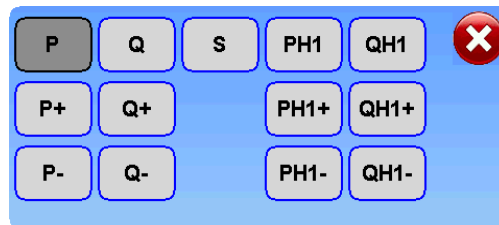

Abb.6.4. Fenster zur Auswahl der Energieart
- Drücken Sie die Tasten P bis QH1-, um das Fenster zur Auswahl der Leistungsart anzuzeigen (☞ Abb.6.4).